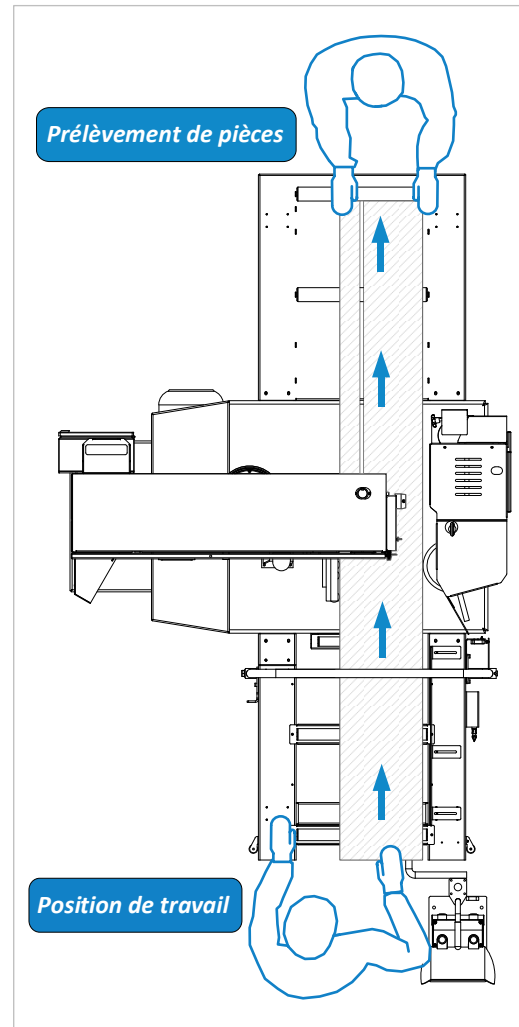

Figure 14 : positions de travail sur la scie à ruban
- Choisissez un lieu d'installation approprié pour la machine et tenez compte des positions de travail représentées sur la ⇒ Figure 14.